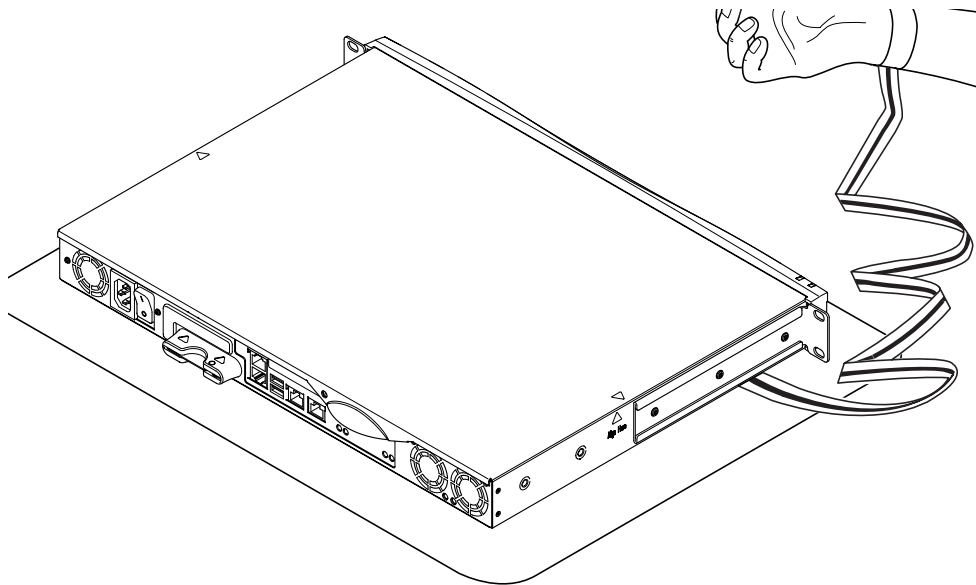

图 8-2 使用系统随带的一次性防静电腕带
警告 – 系统中含有对静电极敏感的电子部件。请勿接触任何金属部件。将系统放在静电放电 (ESD) 垫板上部（请参见图 8-2）。应使用系统随带的一次性防静电腕带。接触任何内部组件之前，请将防静电腕带连到系统的金属底座上。
1. 将设备放在 ESD 表面，然后系上防静电腕带（请参见图 8-2）。
1. 将设备放在 ESD 表面，然后系上防静电腕带（请参见图 8-2）